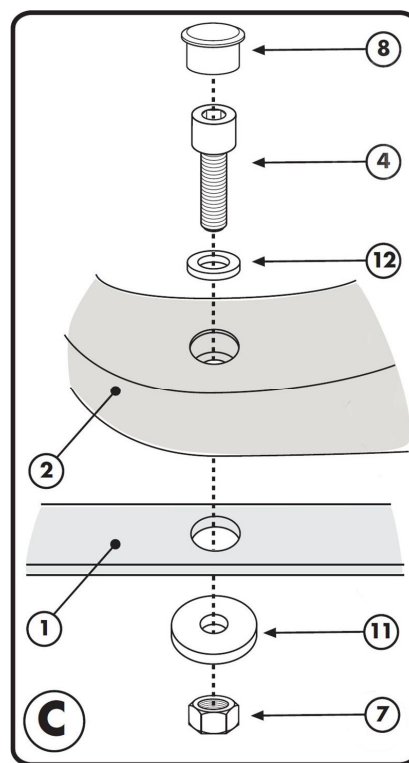

図 6
11. ⑤六角穴付きボタンボルト（1 ヶ）と⑥六角穴付きボタンボルト（2 ヶ）、⑩平ワッシャ（3 ヶ）、手順9で緩めた純正ボルト（4 ヶ）を使用して、①サポートと純正アシストグリップを各々車体に仮組みします。
12. ④六角穴付きボルト（4 ヶ）と⑫平ワッシャ（4 ヶ）、⑪平ワッシャ（大）（4 ヶ）、⑦ナイロンロックナット（4 ヶ）を使用して、車体に仮組みした①サポートに②M5 モノキーベースを仮組みします。（図6参照）
15. 問題なければ②M5 モノキーベースに⑧化粧キャップ (6 ヶ) を組み付け (図 6 参照)、純正アシストグリップ (左右) に純正ラバーキャップ (左右各 2 ヶ) を元通り組み付けます。最後に純正シートを何度か開閉確認し、異常がなければ作業は完了です。